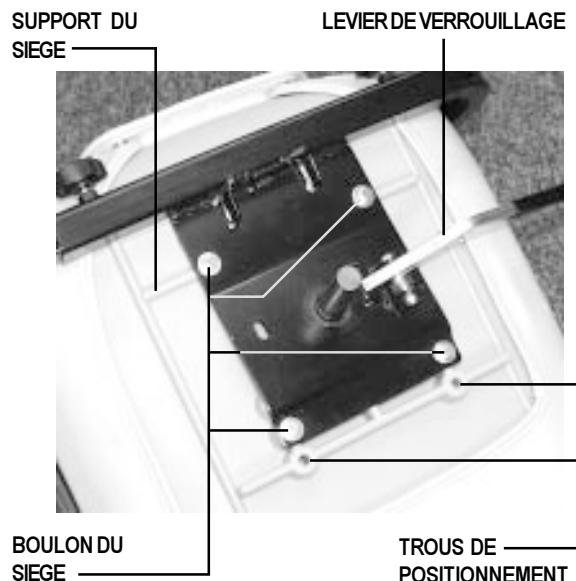

Figure 12. Reglage avant/arriere
1. Pesez sur la manette du siège, soulevez-le et retirez-le de votre scooter. Voir la figure 12.
Vous pouvez repositionner le siège vers l'avant ou vers l'arrière (3 positions) par rapport à la distance du guidon. Voir la figure 12.
2. Retirez les quatres boulons qui attachent le siège au support. Voir la figure 12.